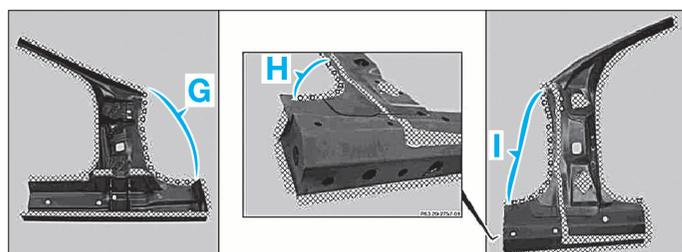

FIG. 42
- zone (G), (H) et (I) du renfort de pied milieu (Fig.42).